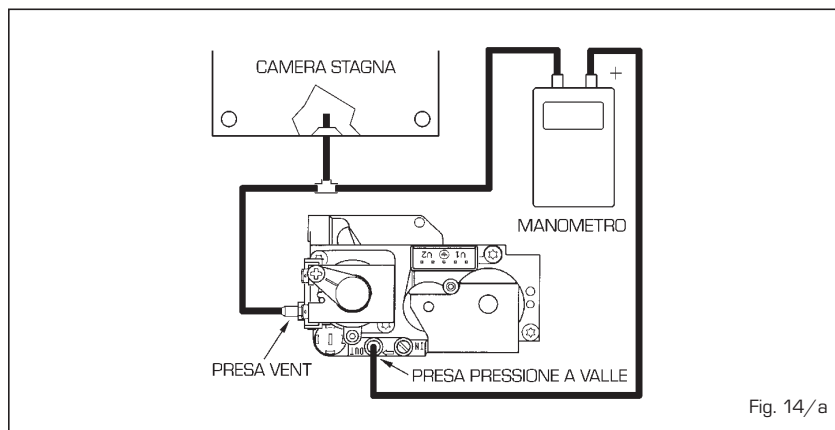

Fig. 14/a
**4.2 VALVOLA GAS (fig. 14)**
- Collegare il manometro differenziale come indicato in fig. 14/a.
- Disinserire l'alimentazione e togliere il cappuccio in plastica (3) del modulatore.
- Ruotare la vite (2) ricercando il valore della pressione minima come indicato in **Tabella 3**: per ridurre la pressione girare la vite in senso antiorario, per aumentare la pressione girare la vite in senso orario.
- **Variare il livello di pressione all'accensione (STEP) della valvola gas posizionando l'indice della vite, a seconda del tipo di gas, come riportato in fig. 14.**